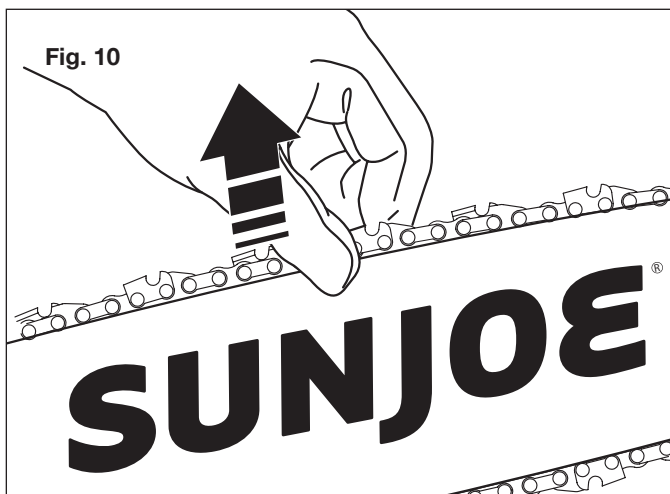

Fig. 10
2. La tension est la bonne quand les maillons d'entraînement sur la chaîne ne glissent pas hors des guides de chaîne sur le guide-chaîne quand on tire la chaîne au milieu du guide-chaîne (Fig. 10).